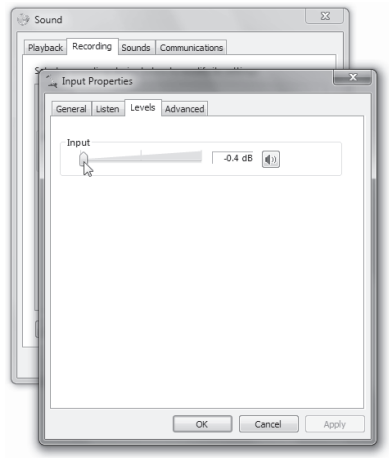

Figura 3
6. Para ajustar la ganancia (volumen), elija el botón "Propiedades" y allí la pestaña "Niveles". El control de volumen "Entrada" debería estar lo más cerca posible de 0 dB para conseguir el mejor rango dinámico (Figura 3). Si el nivel está ajustado más alto, el ruido será excesivo.